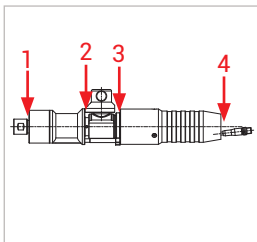

Figure 15
- ▶ Vérifiez les points de mesure suivants (Figure 15) :
- Réceptacle de service WEH® (1)
- Douille de guidage et raccord tournant (2)
- Raccord tournant et manchon de protection (3)
- Raccord (4)